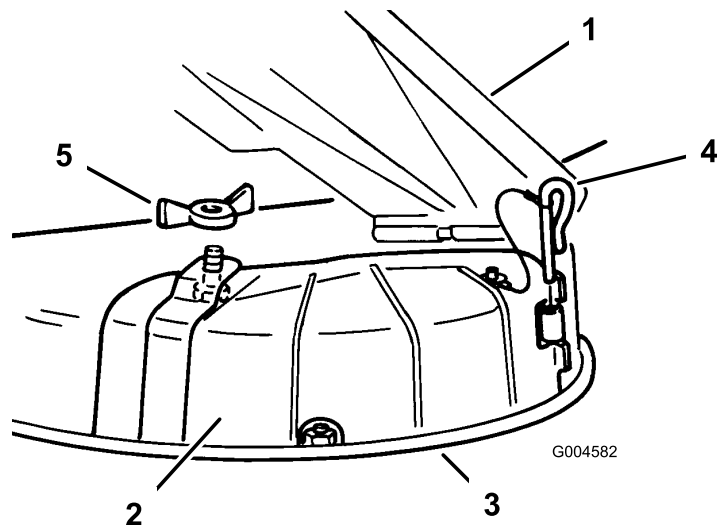

Figura 21
4. Retire o pino da dobradiça que fixa a cobertura à plataforma (Figura 21).
3. Levante o defletor de relva e coloque a cobertura de descarga por cima da abertura no rebordo inferior no cortador e deslize-o para a dobradiça frontal (Figura 21).
4. Faça deslizar o pino da dobradiça pela dobradiça (Figura 21).
5. Fixe a cobertura de descarga ao cortador com a porta de olhelhas (Figura 21).